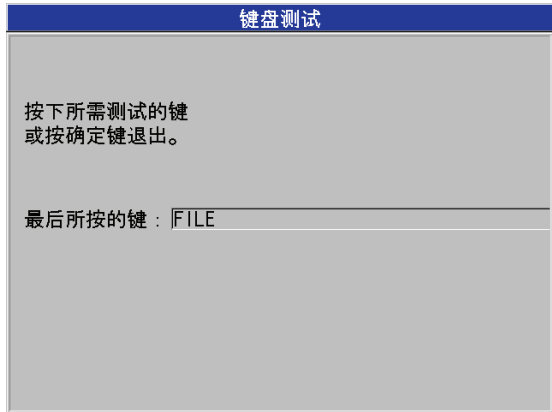

图 15-2 键盘测试屏幕
4. 选择**键盘测试**后, 在**键盘测试**列表中 (参见第 238 页的图 15-2 )